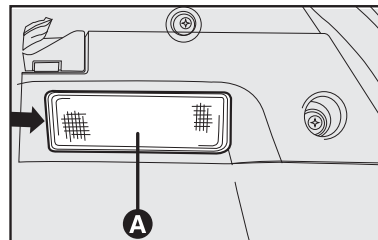

fig. 31
## PLAFONIERA DO PORTA-MALAS - fig. 31 e 32
- extrair a plafoniera **A-fig. 31** forçando
- montar a plafoniera **A-fig. 31**, introduzindo-o na sua correta posição, primeiro de um lado e depois no outro lado até perceber o bloqueio.